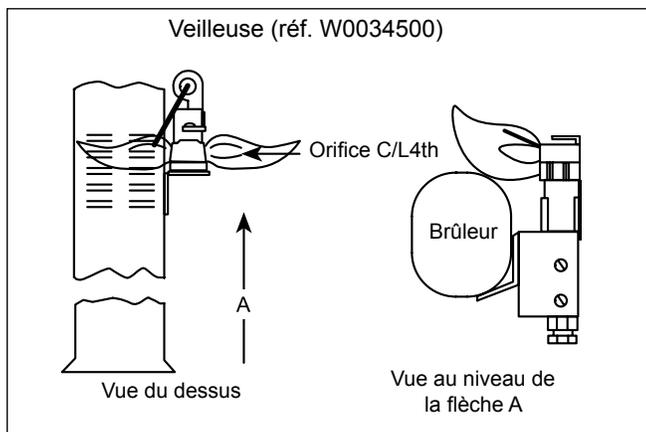

Figure 9. Emplacement de la veilleuse
1. Au moment de la mise en service et tous les six (6) mois par la suite, la flamme de la veilleuse et du brûleur principal doit être observée pour s'assurer de son bon fonctionnement (voir les figures 9 et 10; voir les instructions d'allumage et d'arrêt ci-jointes pour connaître la configuration appropriée de la flamme de